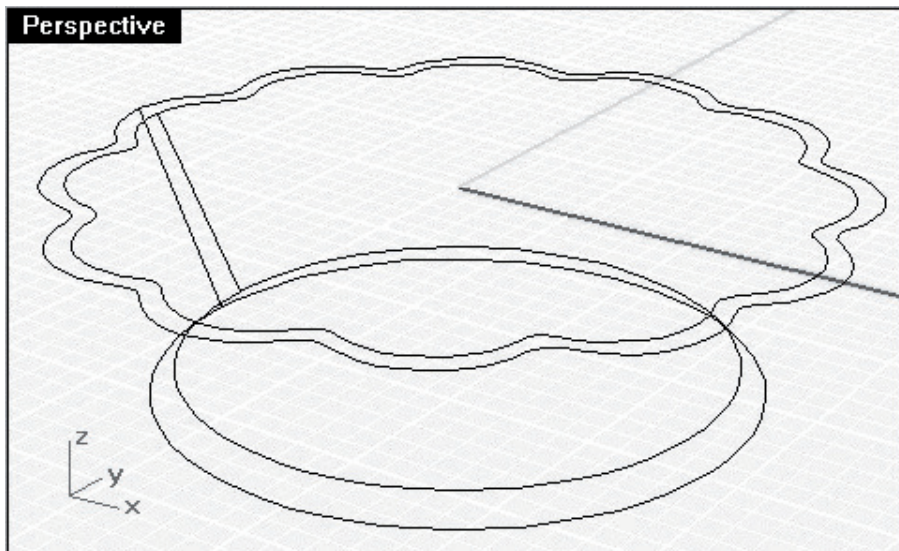

Рис. 61. Полученные линии
7. Получаем две линии рельефного края, две окружности дна и линии, соединяющие их (рис. 61).